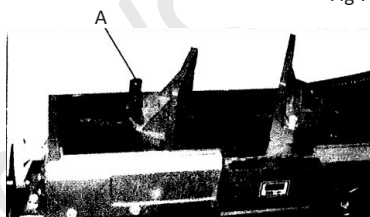

Fig 8.
2. Placer skruestik og geninstaller som vist i Fig.8. Vær særlig opmærksom på bolthullets placering.
4. Juster den bevægelige skruestik parallelt med den faste skruestik ved at løsne bolten (A, Fig.8), justere til parallel og stramme bolten.